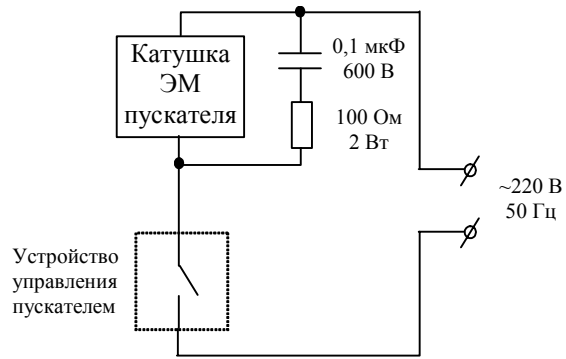

Рисунок 4.4.2
4.4.2 При наличии рядом с прибором индуктивных электромагнитных устройств переменного или постоянного тока (например, катушки электромагнитных пускателей), настоятельно рекомендуется применение помехоподавляющих RC цепочек (100 Ом, 0,1 мкФ), согласно схемы приведенной на рис.4.4.2: